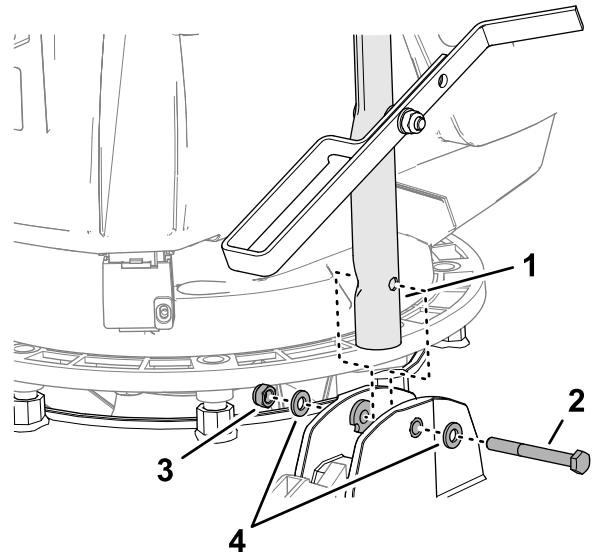

Bild 7
3. Richten Sie das Loch im Holm mit den Löchern in den Buchsen aus (Bild 7) und befestigen Sie den Holm mit einer Schraube (6 x 55 mm), zwei Unterlegscheiben (6 mm) und einer Sicherungsmutter (6 mm) an der Maschine.